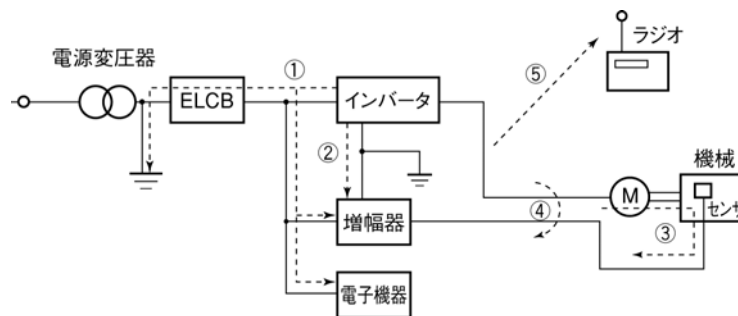

図2 ノイズの伝搬ルート
インバータの発生するノイズは、主回路の配線を通して電源側及びモータ側へ伝搬され、電源変圧器からモータまでの広い範囲に影響を与えます。ノイズの伝搬ルートは、図2に示すようにいろいろありますが、大別すると、伝導ノイズ、誘導ノイズ、放射ノイズの3つのルートになります。①～③は伝導ノイズ、④は誘導ノイズ、⑤は放射ノイズです。以下に、詳細に説明します。